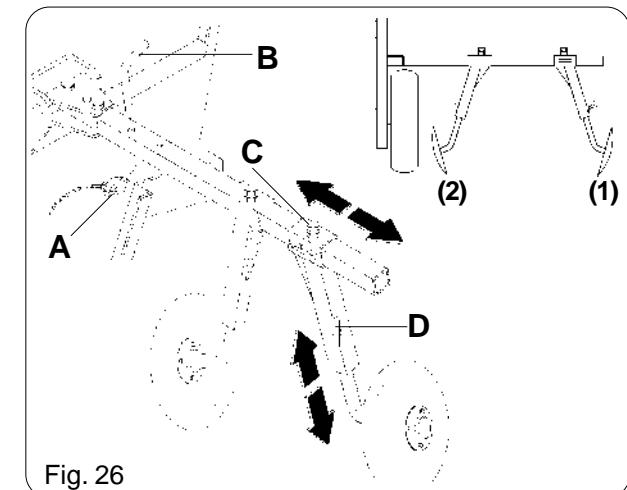

Fig. 26
- allentare i bulloni (C, D Fig. 26).
- bloccare i bulloni (C, D Fig. 26).
- Loosen the bolt (Fig. 26 C, D).
- Tighten the bolt (Fig. 26 C, D).
- die Mutterschraube (C, D Abb. 26) lösen.
- die Mutterschraube (C, D Abb. 26) sperren.
- desserrer le boulon (C, D Fig. 26)
- bloquer le boulon (C, D Fig. 26)
- aflojar el perno (C, D Fig. 26);
- bloquear el perno (C, D Fig. 26).
*Remember that for very low **L** values (distance between the external-most piece and the row marker) the arm may be inverted from position (1) to position (2) as shown in Figure 26.*
Es ist wichtig zu beachten, daß bei einem sehr niedrigen Wert **L** (Abstand zwischen letztem äusserem Element und Spurreisser) die Möglichkeit besteht, den verschiebbaren Arm aus der Position (1) in die Position (2) zu verstellen (siehe Abbildung 26).
*Se rappeler que pour des valeurs très basses de **L** (distance entre le dernier élément extérieur et le disque à tracer), il est possible de porter le bras à coulisse de la position 1 à la position 2 (cf. Fig.26).*